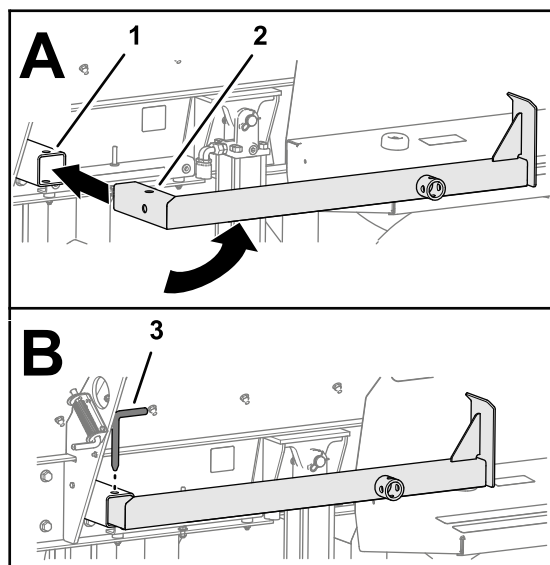

Figura 26
- Rode o apoio traseiro na horizontal e insira-o no tubo do apoio (Figura 26).
- Alinhe os furos no apoio e no tubo e prenda o apoio com o pino do apoio (Figura 26).